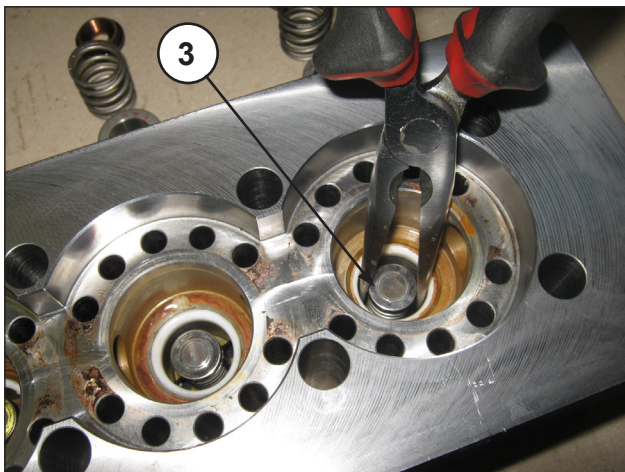
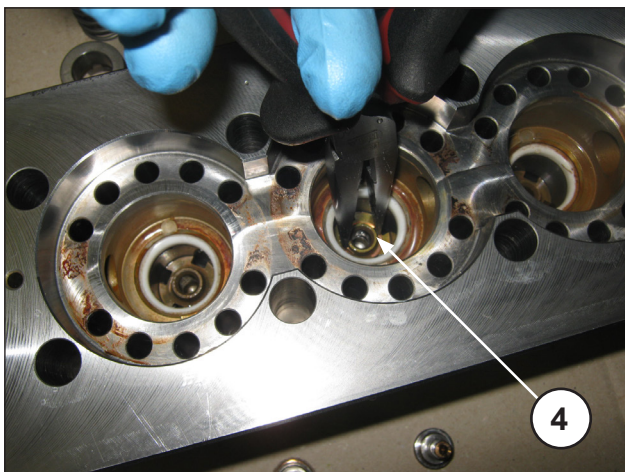

图27
图28
- 抽出输送板③及各自的导块④和相应弹簧，如图27和图28所示，并检查它们的磨损状况，如有必要则进行更换，不过也须按照《使用和保养手册》第11章的“预防性保养”表中标出的时间间隔进行更换。